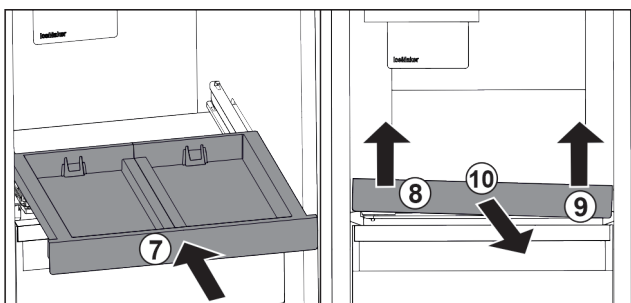

Fig. 20
- ▶ Introducir el estante extraíble. Fig. 20 (7)
- ▶ Levantar el estante extraíble por delante a la izquierda. Fig. 20 (8)
- ▶ Levantar el estante extraíble por delante a la derecha. Fig. 20 (9)
- ▶ Retirar el estante extraíble hacia delante. Fig. 20 (10)